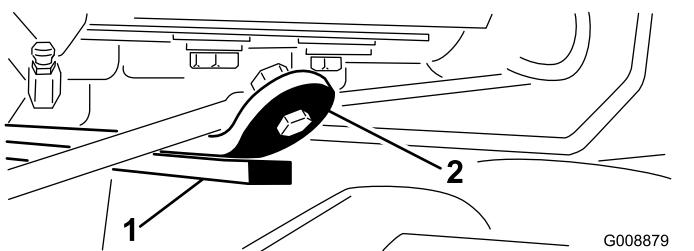

Figure 14
- Mettez le moteur en marche, relevez les plateaux de coupe et vérifiez que l'écartement entre le segment d'usure sur le dessus de la barre d'usure du plateau arrière et la bride de butée est compris entre 0,51 et 2,54 mm (Figure 14).